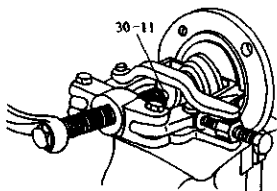

图 3-156 拉出轴承内圈
5) 拉出轴承内圈, 如图 3-156 所示。注意: 只能使用带箍圈的拉具, 拉具上的钩子表面在使用前要用砂纸打磨一下。